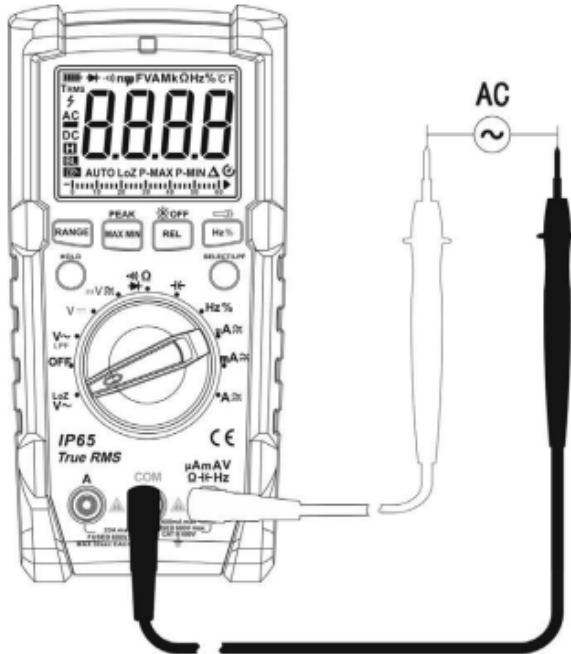

Рис. 4 Измерение напряжения АС в режиме LoZ
7.2 Измерение напряжения переменного тока с низким импедансом (LoZ) (см. рис. 4)